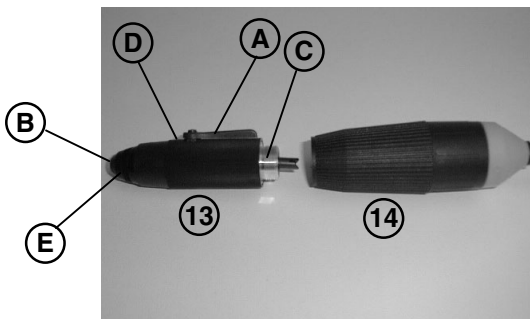
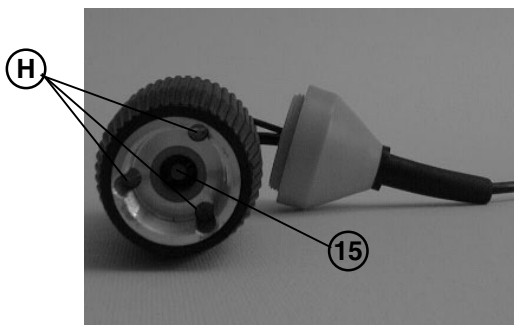

Fig. 3
Fig. 5
- no utilizar el aparato sin haber conectado previamente el pedal (2) al conector (3) situado en la parte trasera del mismo (sólo modelos de mesa);
- no introducir aceite en el mango por el lado de la pinza (elemento B visible en fig. 3);
La primera operación a efectuar, con máquina aislada eléctricamente por motivos de seguridad, es la colocación de la herramienta que se desea utilizar mediante el mango. Esto se efectúa ante todo girando la palanquita (A - Fig. 3) en 90° indistintamente hacia la derecha o hacia la izquierda e introduciendo la herramienta en la pinza de cierre (B). Por último, situar la palanquita (A) en su posición original para fijar la herramienta.
- aplicar aire comprimido a través de la pinza en el punto (B) preferiblemente con la pinza abierta (esto es, girando en la medida de 90° la palanca A); (véase Fig. 3);
- lubricar mensualmente el mango; para ello basta retirar el tornillo (D) y dejar caer una gota de aceite en el agujero roscado. Por ningún motivo se debe introducir aceite a través de la pinza (punto B de Fig. 3).
Tomando como referencia la Fig. 3:
Para sustituir el mango (13), al enroscarlo en el micromotor (14), cuidar que las aletas de acoplamiento del eje (C) (véase Fig. 3) entren en sus asientos sin forzar ya que, de lo contrario, se podría romper o arruinar la junta en el motor (15 de Fig. 5).
- desenroscar los tres tornillos indicados en (H), visibles en fig. 5;